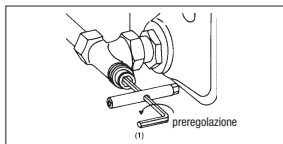

Fig.4 Prerogolazione del detentore a servizio del radiatore
3. Ora prerogolare l'otturatore conico con una chiave esagonale CH 6 (6mm) (1) ruotando in senso antiorario a seconda del numero di giri selezionati sul diagramma (Fig.4).